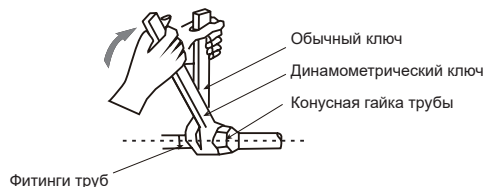

Рисунок 4.1
- ♦ При монтаже или демонтаже трубопровода используйте два ключа — обычный ключ и динамометрический ключ. См. рисунок 4.1.